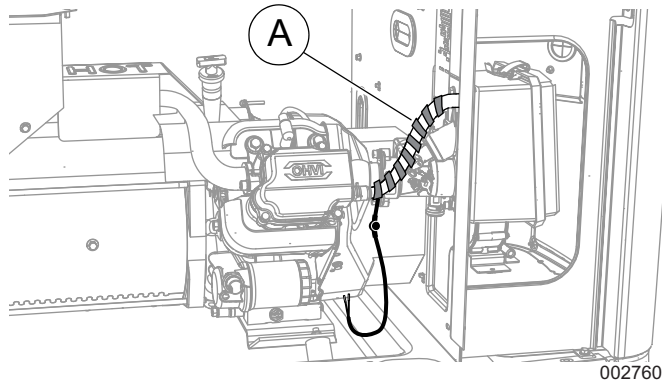

Рисунок 3. Обертывание шланга сапуна (9 кВт)
1. См. **Рисунок 3**. Равномерно оберните нагревательную оболочку сапуна (А) вокруг шланга сапуна, как показано на рисунке, при этом выводные провода должны быть внизу.. После установки оберните обогреватель сапуна и шланг силиконовой лентой (входит в комплект), чтобы зафиксировать обогреватель.